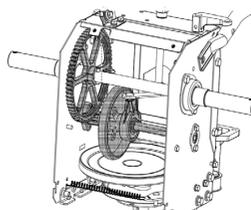

Рис. 25
- Снимите нижний кожух коробки передач, открутив два винта, которые крепят его к корпусу снегоуборочной машины (рис. 25).